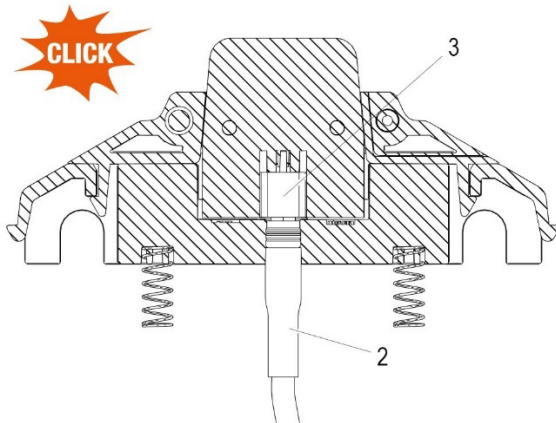

Abb. 181: Einrasten des Steckers
→ Der Stecker der Datenleitung (2) muss hörbar in den Stecker der Platine (3) einrasten (siehe Abb. 181).